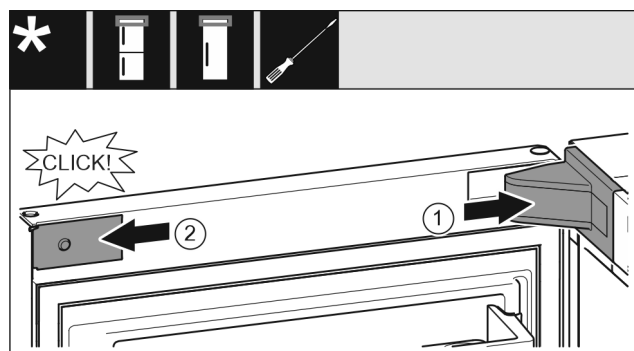

Fig. 22
- Mettre en place le cache du support de palier Fig. 22 (1) et l'enclencher. Au besoin, l'écarter avec précaution.
- Placer le cache Fig. 22 (2) sur le côté et l'enclencher.